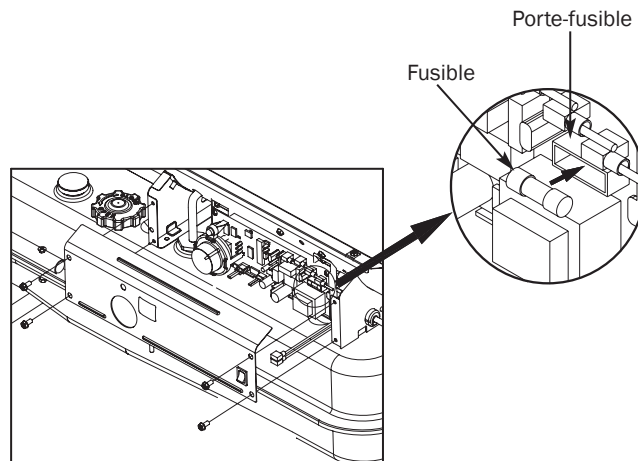

Figure 23 - Remplacement du fusible
- Retirez le fusible du porte-fusible (voir figure 23).